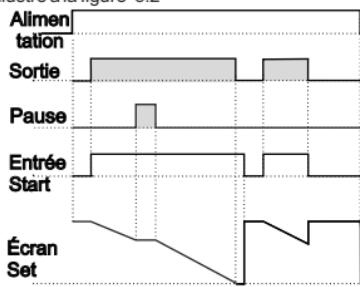

Figure 3.1
3.1.1 Si le décompte est $dEct = 1$ et que $outF$ est $o-n$, le schéma de commande sera celui illustré à la figure 3.1